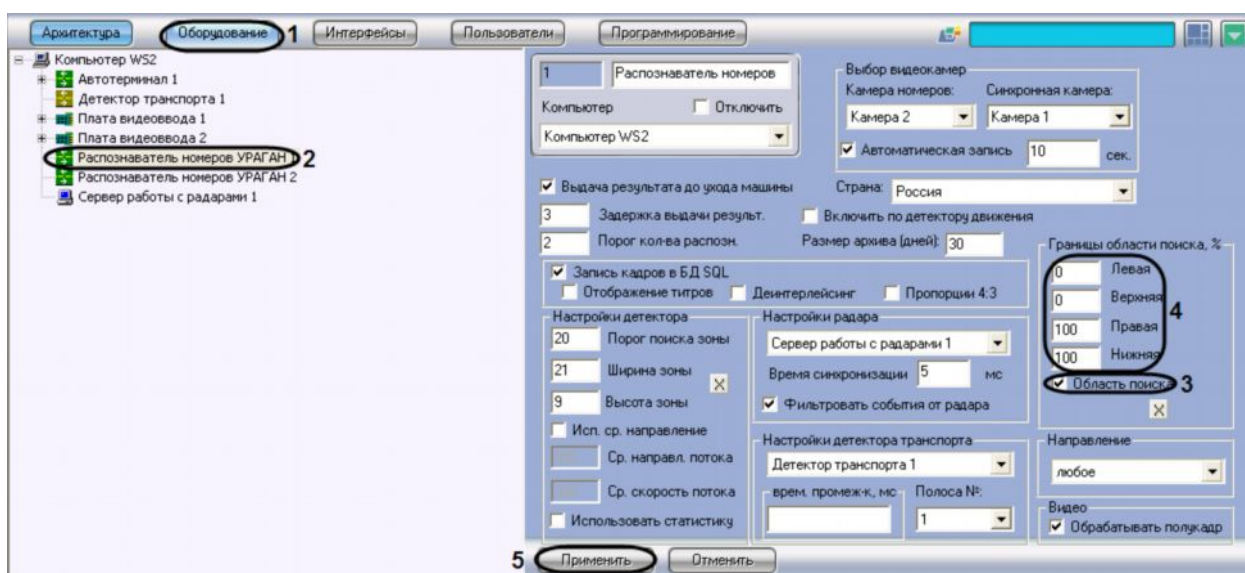

Рис. 7.2.11-1 Указание границ зоны поиска номерного знака
1. В диалоговом окне «Настройка системы» перейти на вкладку «Оборудование» (см. Рис. 7.2.11-1, 1).
2. В дереве объектов на вкладке «Оборудование» выбрать объект «Распознаватель номеров УРАГАН», соответствующий настраиваемому программному модулю «Ураган» (см. Рис. 7.2.11-1, 2). В правой части вкладки «Оборудование» отобразится панель настройки выбранного объекта.
3. Установить флажок «Область поиска» для активации функции указания границы зоны поиска номерного знака транспортного средства в кадре видеоизображения (см. Рис. 7.2.11-1, 3).
4. В полях «Левая», «Верхняя», «Правая», «Нижняя» задать значения границ зоны поиска номерного знака транспортного средства в кадре видеоизображения (см. Рис. 7.2.11-1, 4). Значения в полях «Левая», «Верхняя», «Правая», «Нижняя» выражаются в процентах относительно размеров окна видеонаблюдения.